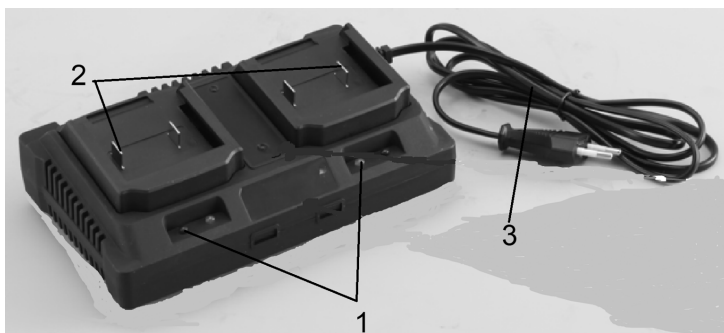

Рисунок 10. Загальний вигляд зарядного пристрою.
2. Під'єднати зарядний пристрій акумуляторних батарей до мережі змінного струму напругою 230 В, 50 Гц (рис. 10).
3. Встановити акумуляторні батареї в контактні гнізда (рис. 10) зарядного пристрою до фіксації.
4. Контролювати ступінь зарядження акумулятора за кольором індикаторів (1, рис. 10).